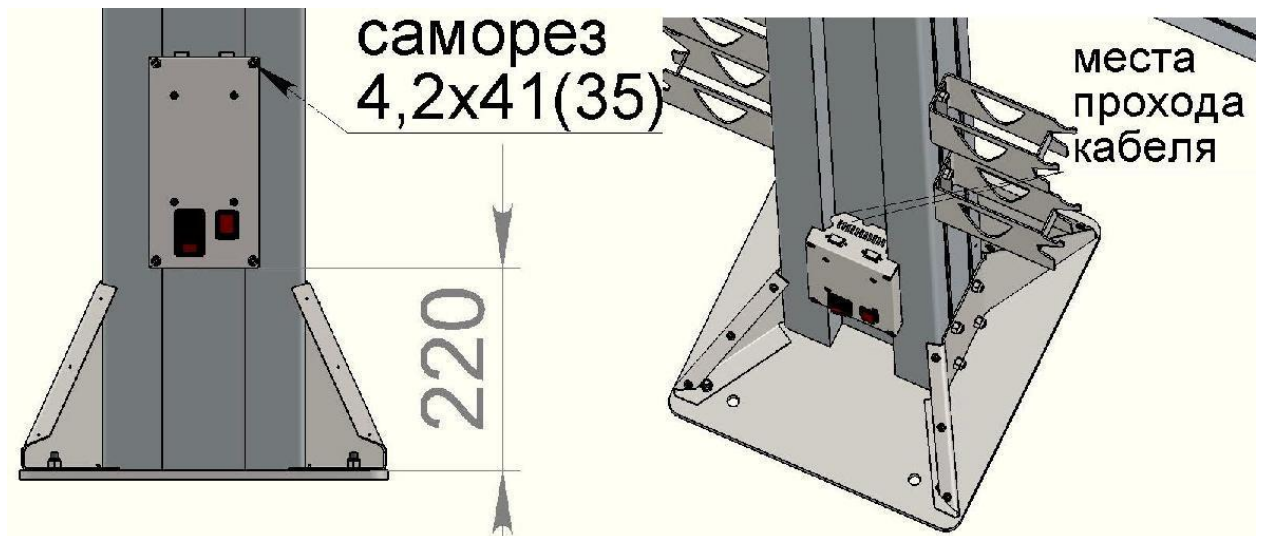

Рис. 7. Монтаж блока питания.
13. Прокладываем проводку от балки по выемке столба до основания. 14. Далее закройте желоб панелями и установите блок питания на расстоянии более 220 мм от основания (смотрите рис. 7, 8, 9).